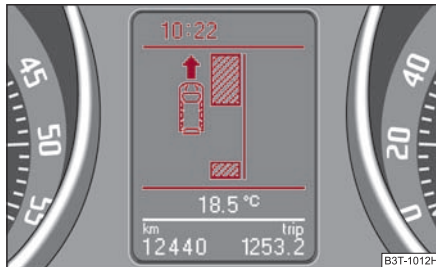

Fig. 143 Display-ul cu informații: Spațiu de parcare recunoscut cu indicația de a continua deplasarea
- Când sistemul de asistare a parcării a recunoscut un spațiu de parcare adecvat, spațiul de parcare va fi afișat pe display-ul informativ\* ⇒ fig. 143.